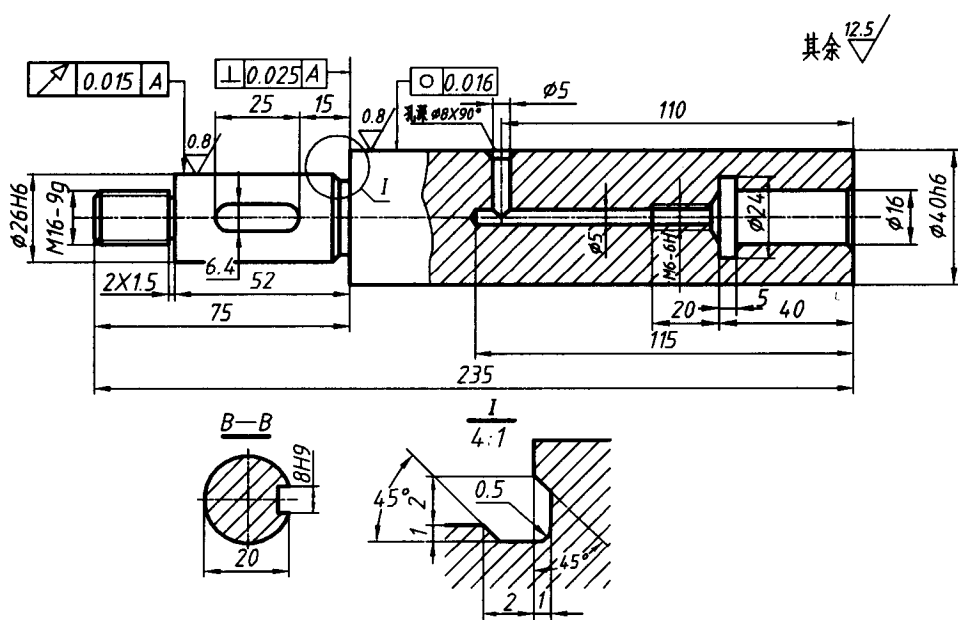

图 1-16
2. 绘制图 1-16 所示的轴的零件图, 按要求设置图层 (不标注尺寸及技术要求)。